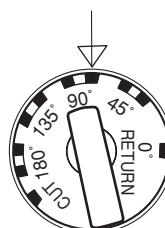
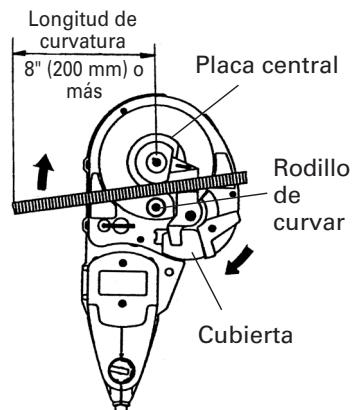
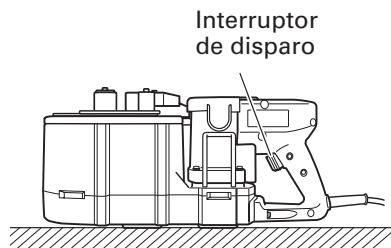

Fig. 13
Fig. 14
Fig. 15
Cuando curve varillas de #3(3/8"), #4(1/2"), y #5(5/8") de diámetro, se podría producir una diferencia en el ángulo de curvado aún en la misma posición del dial, dependiendo de la diferencia en el espesor de la varilla. Cambie ligeramente la posición del dial de ajuste dependiendo del dial de la varilla, incluso con el mismo ángulo de curvado que el mostrado en la Fig. 13.
- (1) Coloque la unidad en su lugar con su mesa giratoria arriba, tal como se indica en la Fig. 14.
- (2) Asegúrese de que la cubierta esté cerrada.
- (3) Ajuste el dial de ajuste al ángulo deseado. (Fig. 13)
- (4) Coloque la varilla sobre la placa central y ajústela correctamente, tal como se muestra en la Fig. 14.
- (5) Tire del interruptor de disparo y曲ve la varilla.
- (6) Continúe tirando del interruptor de disparo hasta que el motor comience a girar en dirección opuesta y el rodillo de curvar inicie el retorno. (Una vez que el rodillo de curvar inicie el retorno, volverá a la posición inicial aunque usted suelte el interruptor de disparo). (Fig. 15)
- La longitud de curvatura mínima requerida es de 8" (200 mm). Si esta longitud de curvatura no es suficiente, la varilla podría desprenderse durante la operación de curvado, o partirse en fragmentos y esparcirse peligrosamente (Fig.14).